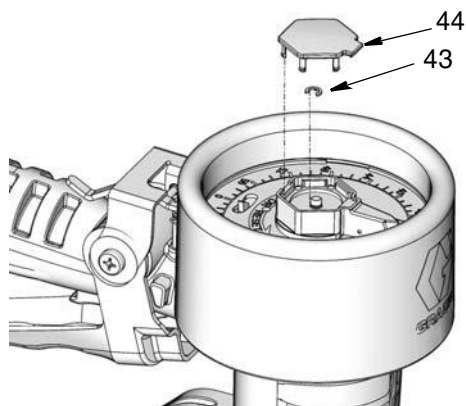

Рис. 35
- Установите малое стопорное кольцо (43) и крышку (44) (Рис. 35).